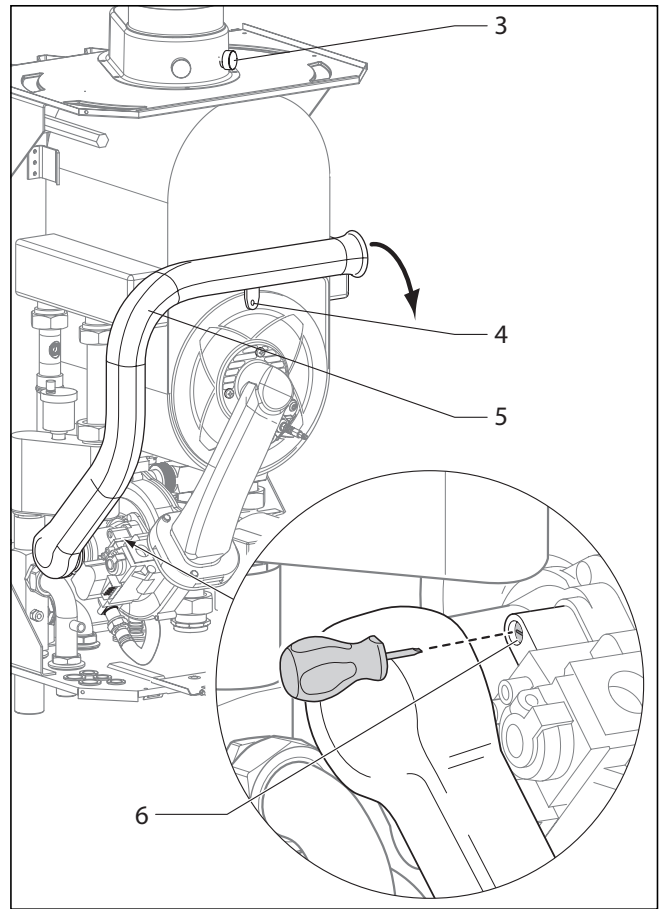

Рис. 5.4 Проведение измерения содержания CO2, выполнение регулировки коэффициента избытка воздуха (регулировка газовой арматуры)
- Измерьте содержание CO2 на контрольном штуцере (3) (рис. 5.4). Сравните измеренное значение с соответствующим значением в табл. 5.2.
- Если требуется настройка параметров продуктов сгорания, отпустите винт (4) и поверните трубу всасывания воздуха (5) на 90° вперед.
- При необходимости, установите соответствующий параметр продуктов сгорания (табл. 5.2) вращением винта (6).